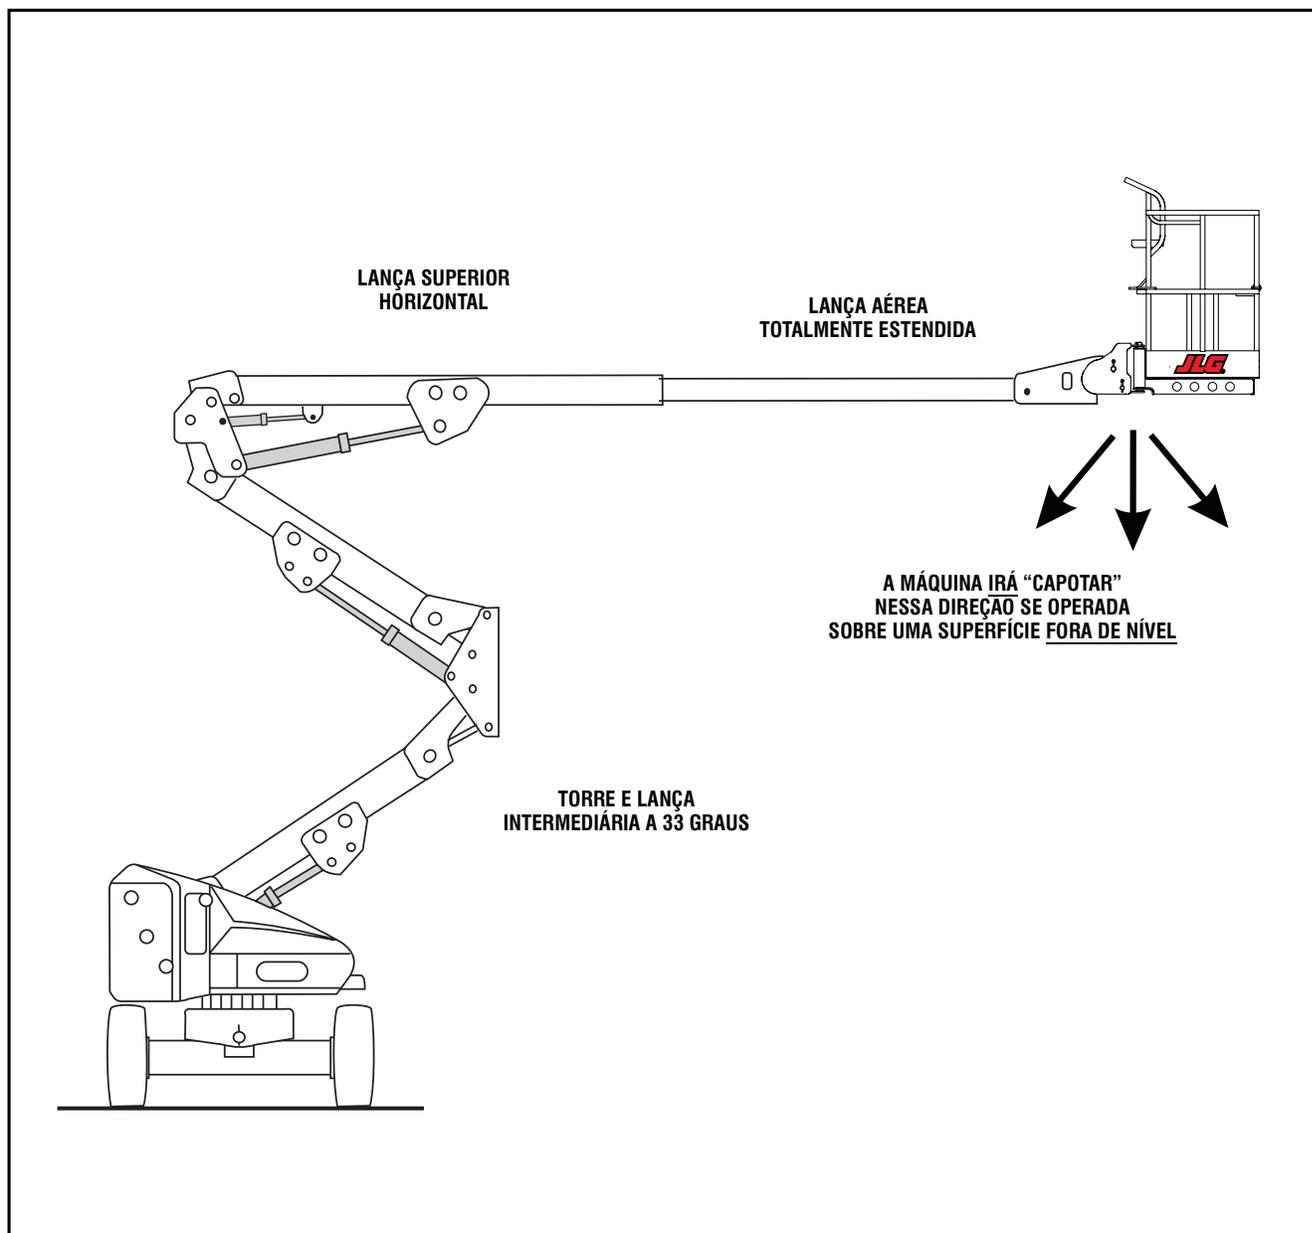
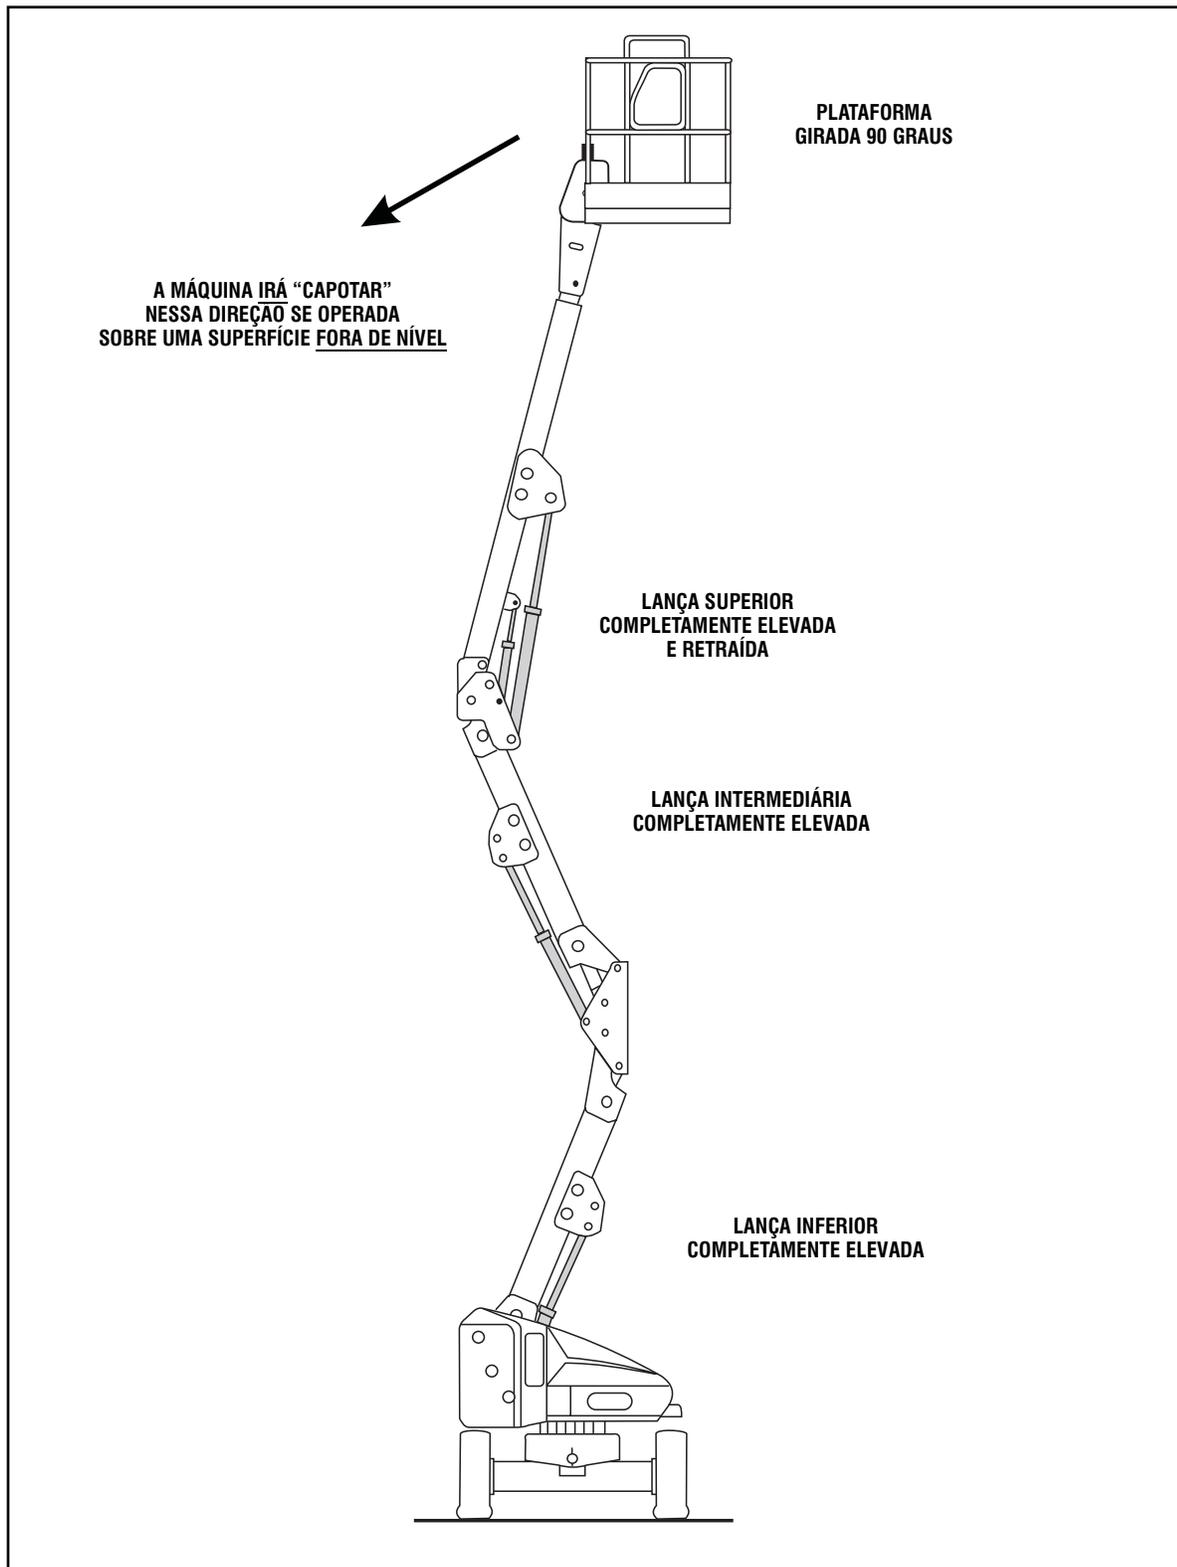

Figura 3-1. Posição da Última Estabilidade Dianteira
Figura 3-2. Posição da Última Estabilidade Traseira
A estabilidade da máquina tem base em duas (2) condições que são chamadas de estabilidade DIANTEIRA e estabilidade TRASEIRA. A posição da máquina para a última estabilidade DIANTEIRA é mostrada na Figura 3-1 e a posição da última estabilidade TRASEIRA é mostrada na Figura 3-2.